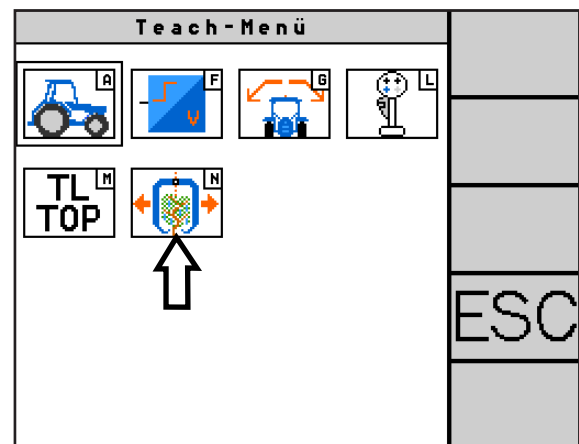

Abb. 80: Teach Erntekorb aufrufen
Wählen Sie im Teach-Menü das Erntekorb-Symbol (N) (siehe Abb. 80), um das Menü „Teach Erntekorb“ aufzurufen.